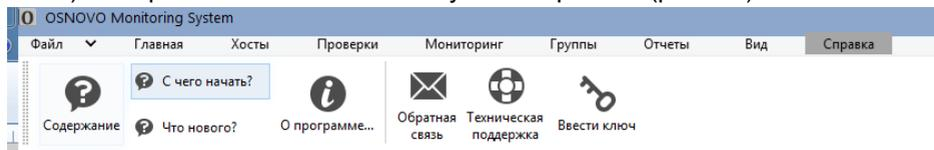

Рис. 12
- 1) Откройте в главном меню пункт «Справка» (рис. 12)